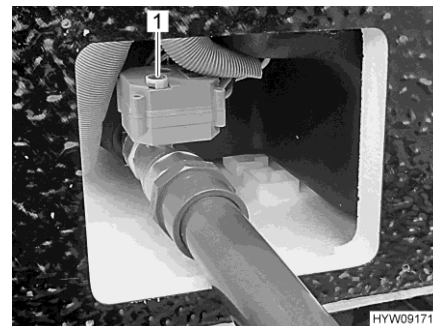

Fig. 158 Manovella (rubinetto di scolo delle acque grigie)
- Per aprire il rubinetto di scolo delle acque grigie sollevare la manovella (Fig. 158,1) e ruotarla in senso antiorario fino a battuta. La direzione di rotazione (O per apertura, S per chiusura) è indicata sulla manovella.
- Per chiudere il rubinetto di scolo delle acque grigie sollevare la manovella (Fig. 158,1) e ruotarla in senso orario fino a battuta.